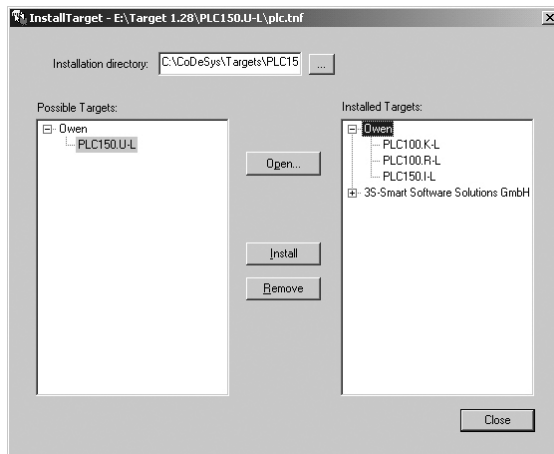

Рисунок 6.1 - Окно «InstallTarget» утилиты InstallTarget
- В открывшемся при запуске утилиты **InstallTarget** окне (рисунок 6.1) – нажать кнопку Open и указать путь доступа к инсталлируемому Target-файлу (имеющему расширение *.tnf, Target Information File). Target-файлы контроллеров ОВЕН ПЛК100 могут быть скачаны с сайта www.owen.ru. При скачивании с сайта папку с Target-файлами надо разархивировать и сохранить на жестком диске ПК.